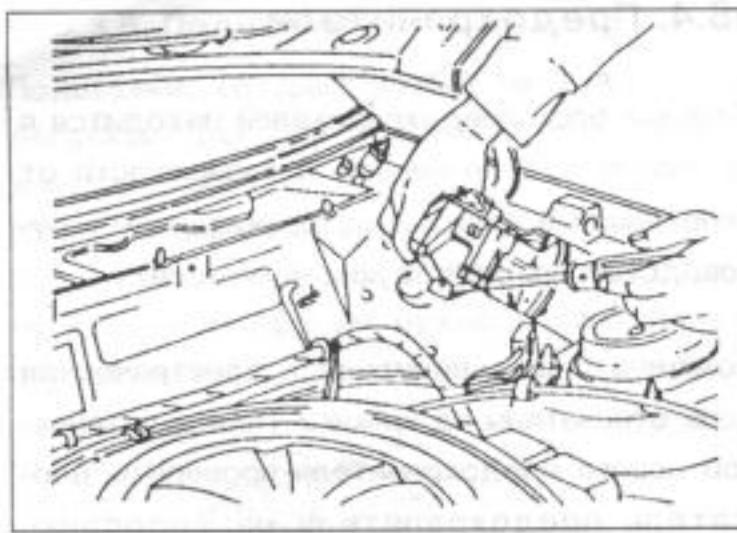

Рис.265.
- Снять рычаги (2) стеклоочистителя. Для этого рычаг нужно откинуть назад, отжать крышку и освободить гайку. Вынуть рычаг.
- Удалить заклепку щитка обтекателя (3) и снять щиток.
- Снять оба щитка (4).
- Удалить болты и шайбы (5).
- Установить отвертку на продольный рычаг двигателя, как показано на рис.265, и отжать рычаг от двигателя.